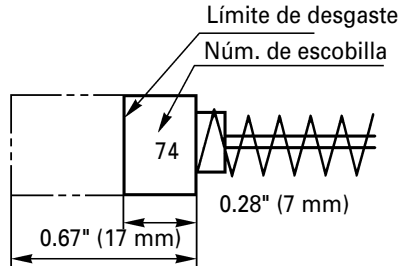

Fig. 20
4. Inspeccionar los escobillas de carbón (Fig. 20)
Utilice las escobillas HITACHI Núm. 74 indicadas en la Fig. 20.